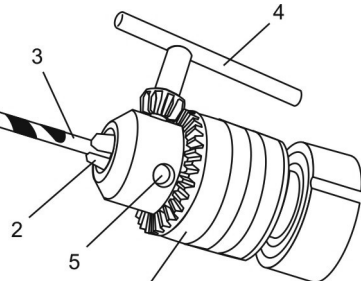

Figure 4
2. Faire tourner le collet du mandrin (1) dans le sens antihoraire, jusqu'à ce que les mâchoires du mandrin (2) soient suffisamment ouvertes pour accueillir la mèche (3) (figure 4).